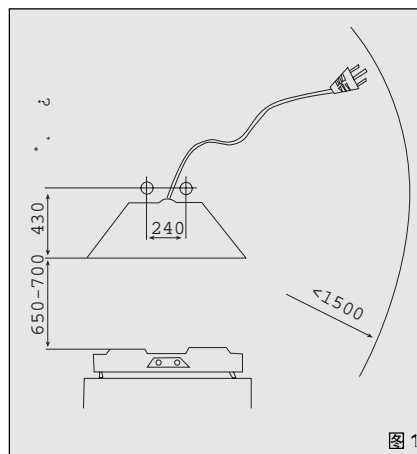

图 1
1. 按图 1 尺寸在灶具上方坚实的地方准确确定冲击钻钻孔位置。冲击钻配上  $\Phi 10$  的麻花钻头或  $\Phi 6$  的冲击钻头，在钻孔位置上钻出 2 只直径为 10mm，深为 50~60mm 的孔（指间距为 240mm 的两个孔）。
- ★ 电源插座应在离油烟机小于 1500mm 的地方（图 1）